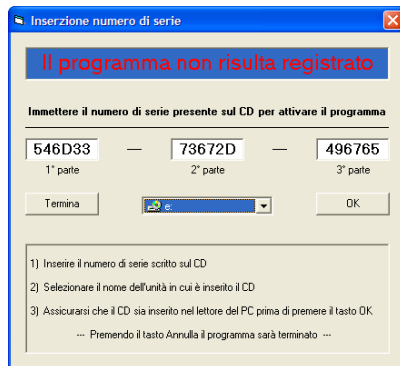

Fig. 1.2 Finestra per l'immissione del codice di registrazione.
- 4 Dopo aver eseguito l'installazione, al primo avvio del programma compare la finestra di Fig. 1.2 per chiedere di eseguire la sua registrazione. Porre attenzione all'inserimento del codice seriale posto sul CD stesso e suddiviso nelle sue tre parti. In caso di errata inserzione verrà richiesto di inserire il codice corretto. Un errore non consentirà la registrazione e l'avvio del programma.